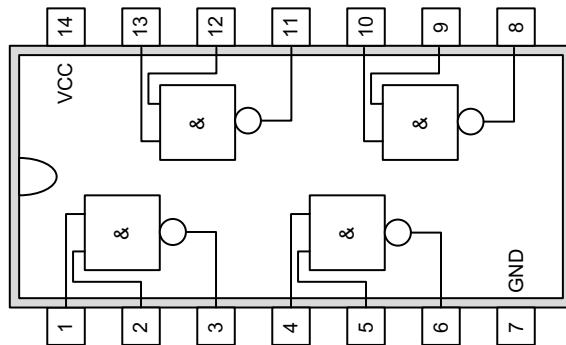

Abbildung 11: Verdrahtungsplan MUX
- Nehmen Sie an, Sie müssten den MUX unter Verwendung von ICs realisieren und es stünde Ihnen ein 7400 NAND Baustein mit vier Gattern zur Verfügung. Zeichnen Sie Ihren Verdrahtungsplan in Abbildung 11 ein.